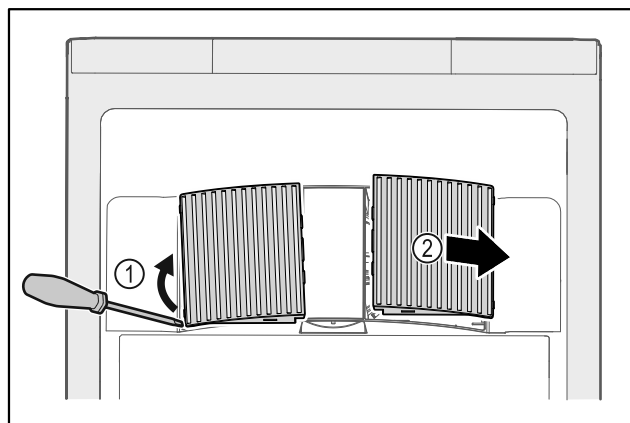

Fig. 47
- ▶ Oprezno podignite ventilatorske pokrove sa strane Fig. 47 (1) i skinite ih prema naprijed Fig. 47 (2).